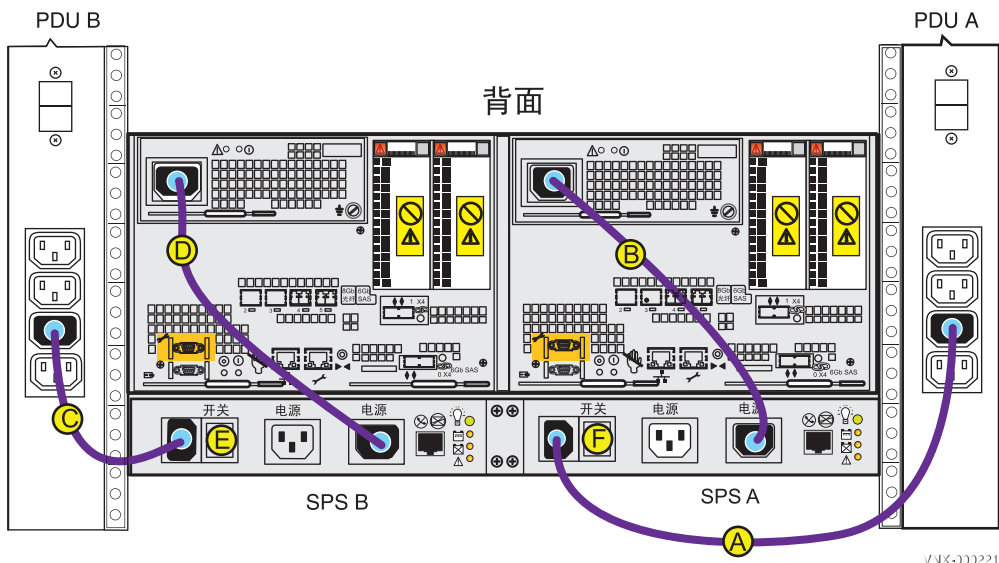

图 11 连接电源线
1. 确保 SPS A 和 SPS B 的开关处于关闭状态，如图 11 中的 **E** 和 **F** 所示。